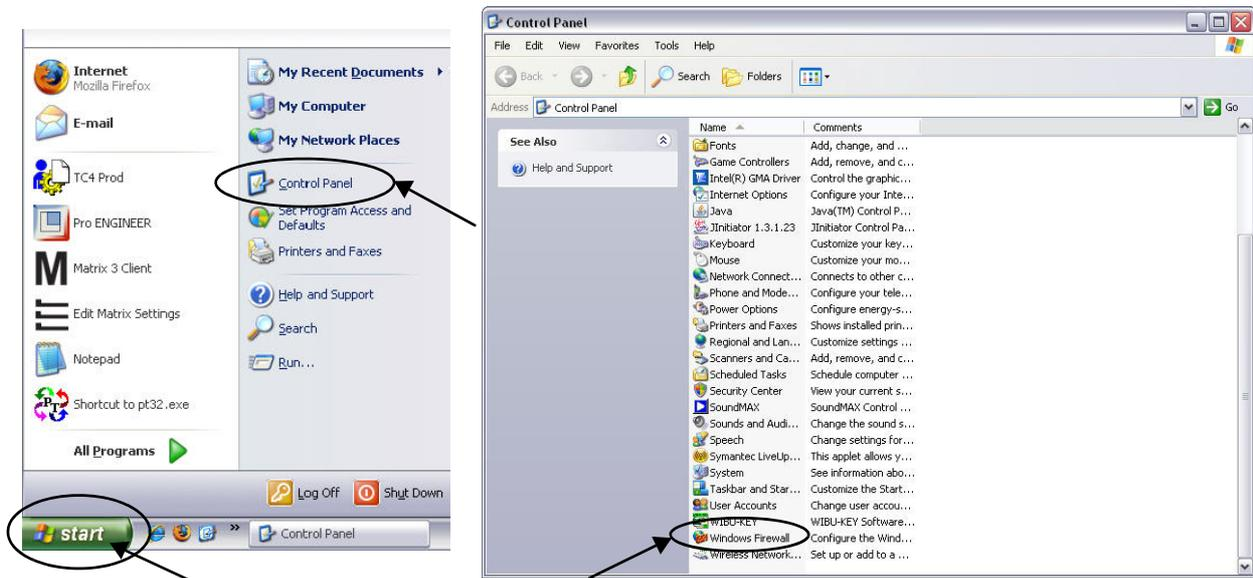

ABB. 24
1. Klicken Sie auf „Start/Alle Programme/Windows Firewall“, um den Editor zu starten (ABB. 24).